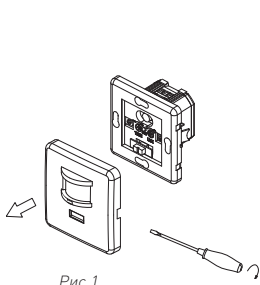

Рис.1
- Зніміть передню панель датчика, налаштуйте час і рівень освітлення [Рис. 1];